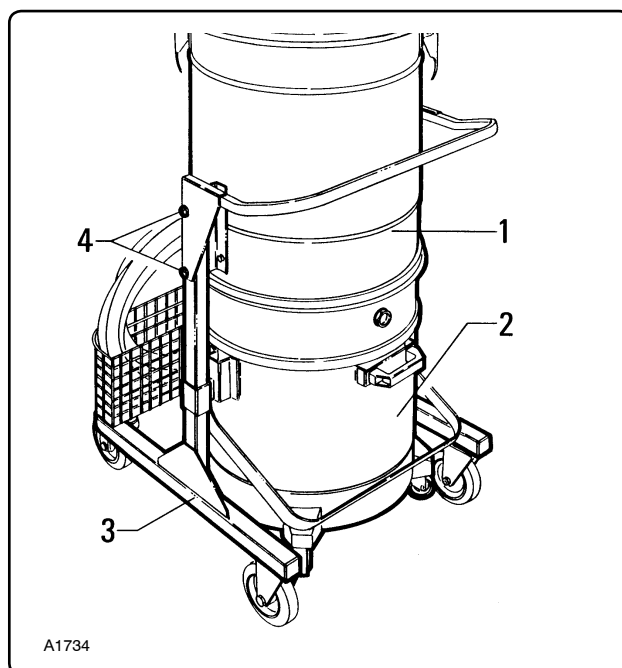

Рис. 7.5.8
7.5.6 - Проверка герметичности камеры фильтра (рис. 7.5.8)